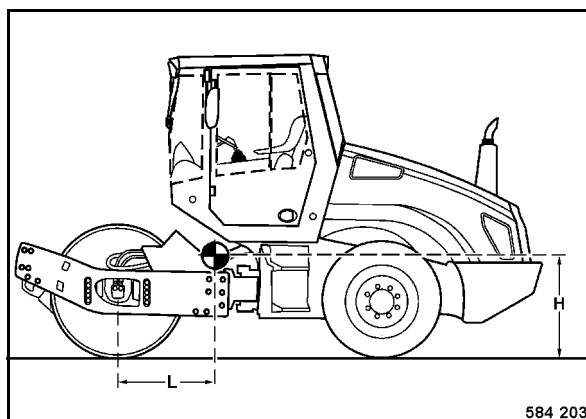

Fig. 69
- Posición del centro de gravedad (Fig. 69).